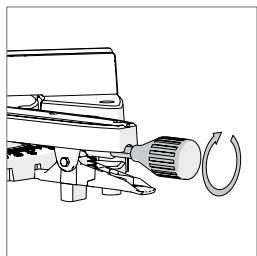

Fig. 30
- Desserrer la poignée de fixation pour l'angle de coupe (**Fig. 30**) en tournant dans le sens antihoraire.